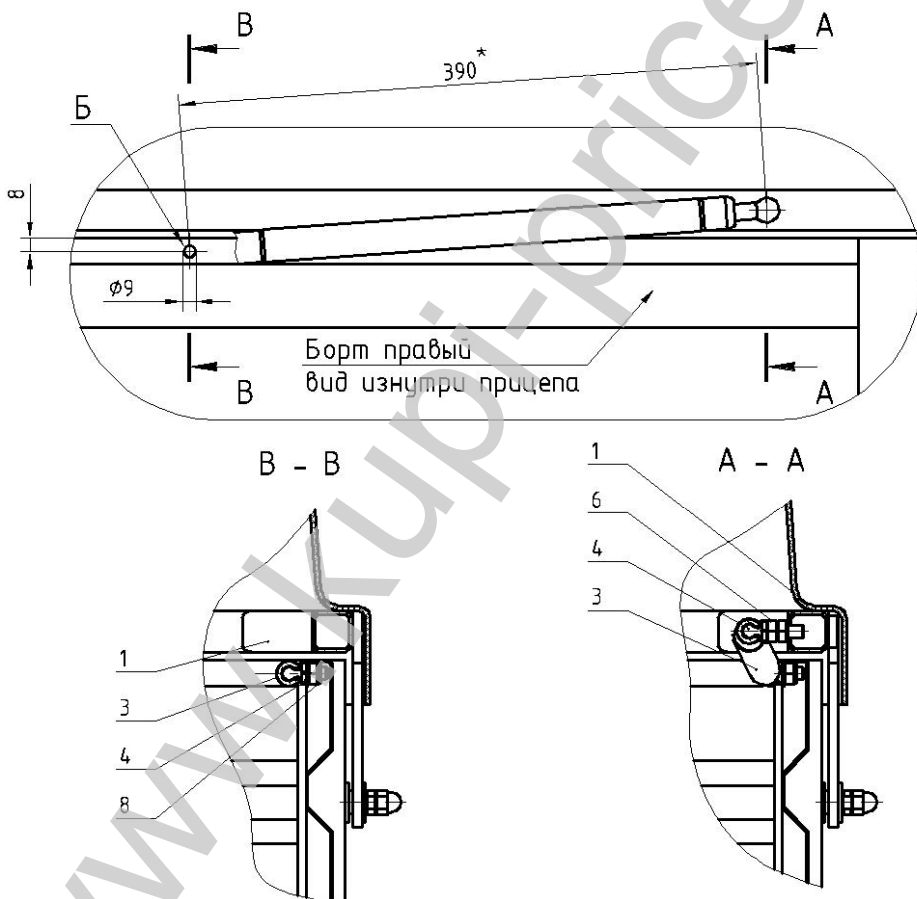

Рисунок 2.
9. Прикрутить верхние шаровые шарниры 4 через дистанционную гайку 6 (рис. 2 сечение А-А).
10. В закрытом состоянии крышки разметить отверстие Б в левом и правом борту прицепа на расстоянии 355мм от оси вращения шарнира и 8мм от верхнего края борта, как показано на рис. 2.
12. Прикрутить нижние шаровые шарниры 4 (рис. 2 сечение В-В).